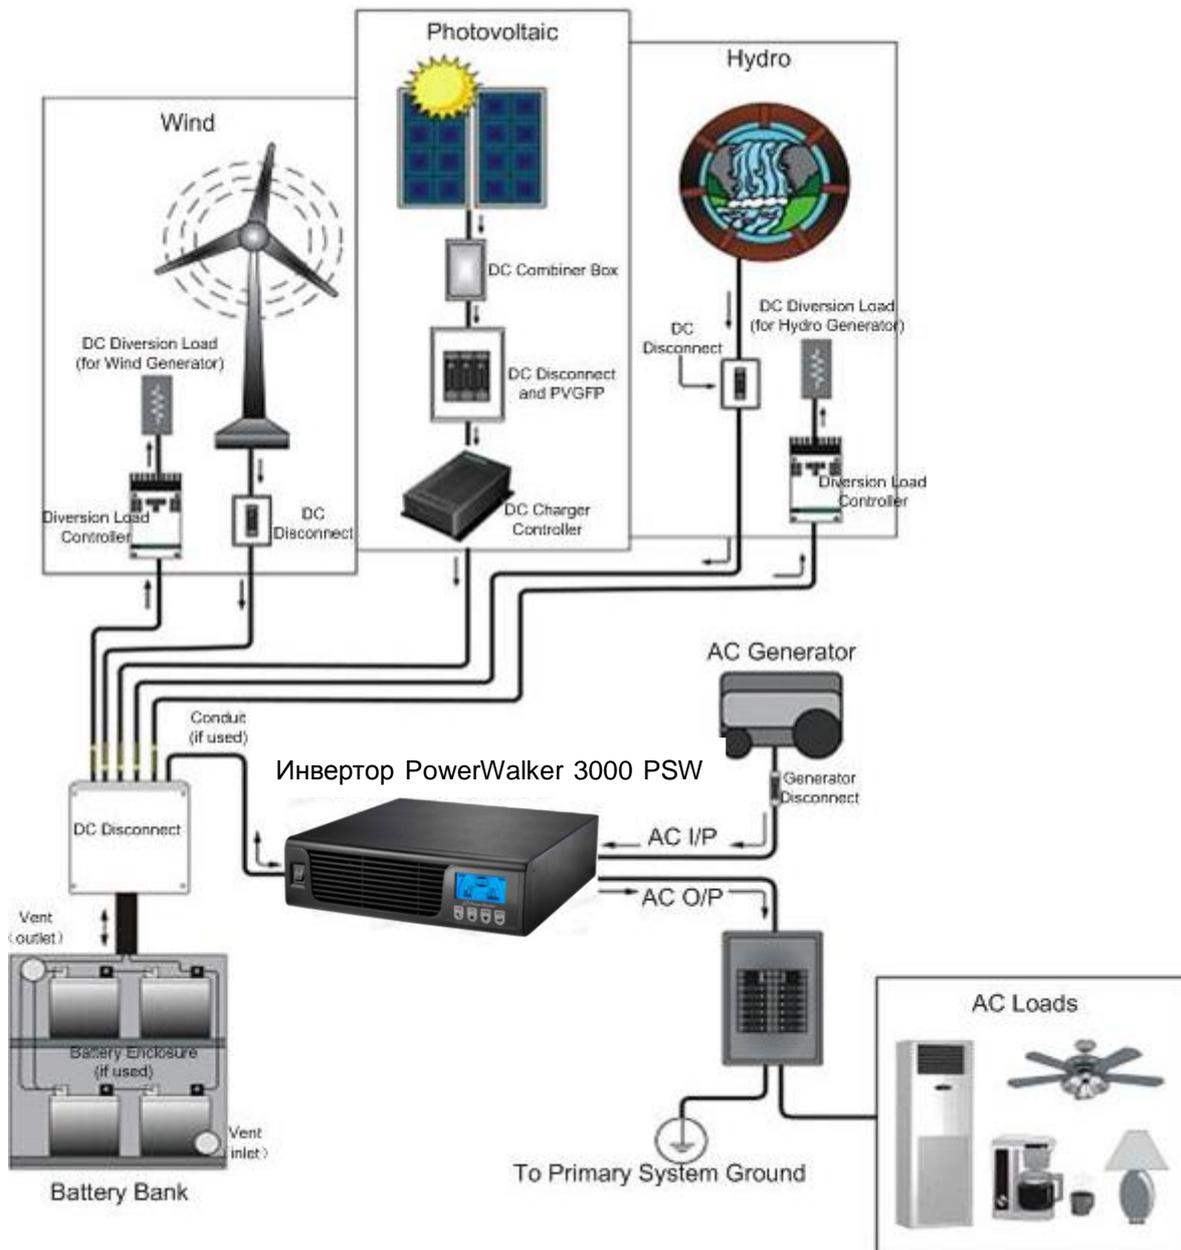

Figure 2 Renewable Energy Source
- Пополняющиеся источники энергии и генератор - Рис. 2